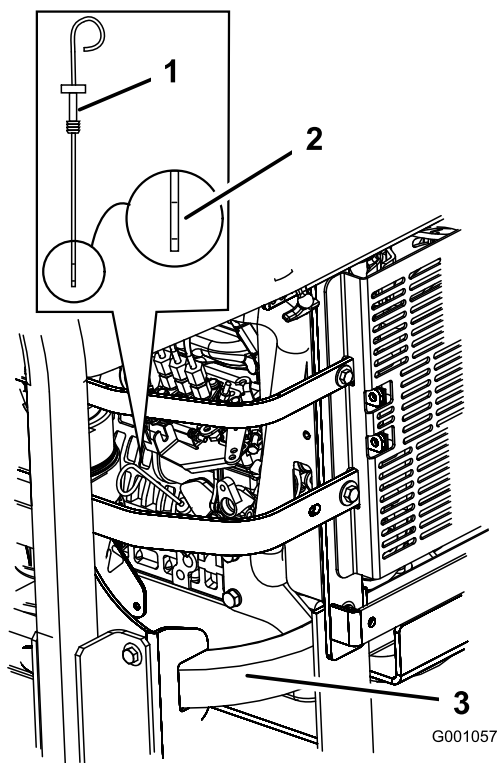

Figure 35
3. Nettoyez la surface autour de la jauge d'huile (Figure 35) pour éviter que des impuretés ne s'introduisent dans le goulot de remplissage, ce qui risquerait d'endommager le moteur.
4. Sortez la jauge d'huile et essuyez soigneusement l'extrémité métallique (Figure 35).
5. Enfoncez la jauge complètement dans le goulot de remplissage. Ressortez la jauge et examinez l'extrémité métallique (Figure 35). Si le niveau est bas, versez lentement une quantité d'huile suffisante dans le trou de remplissage pour amener le niveau au repère du plein.